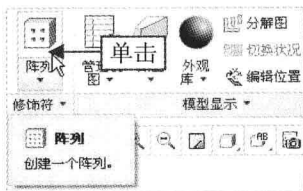

图 11-49 单击“阵列”按钮
Step 02 在“功能区”选项板的“模型”选项卡中，单击“修饰符”面板中的“阵列”按钮 ，如图 11-49 所示。